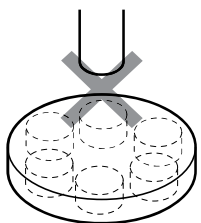

図34
- ☆ゴムコインはどちらの面を使用してもかまいませんが、一度使用したゴムコインの裏面は、再利用しないでください。図34 参照